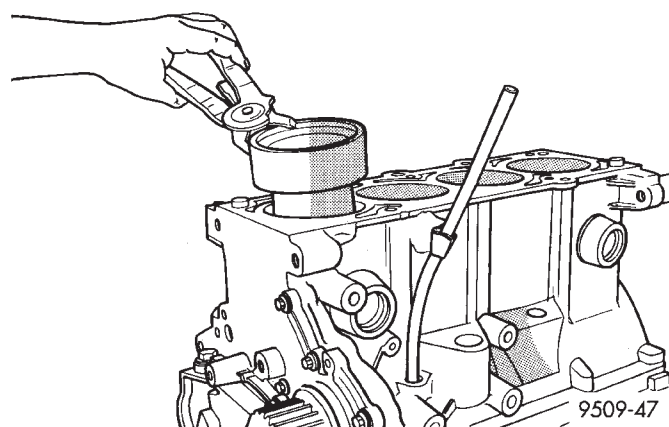

Fig. 120 Instalación de pistón
(3) Sumerja la cabeza de pistón y los aros en aceite de motor limpio, deslice el compresor de aro, sobre el pistón (Fig. 120). **Asegúrese de que la posición de los aros no cambie durante esta operación.**